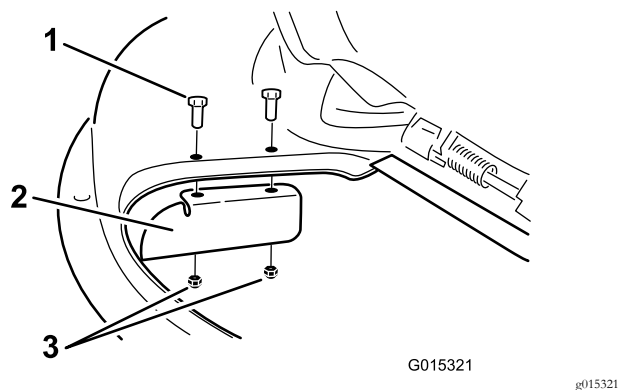

Figura 18
9. Instale la placa deflectora en la carcasa de corte (Figura 18).
3. Retire la placa deflectora de la carcasa de corte (Figura 18).